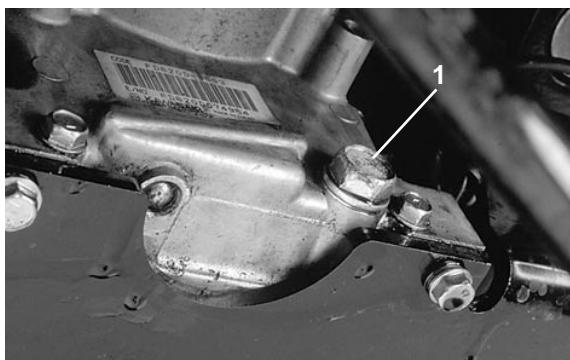

Bild 21
2. Eine Wanne unter die Ablaßschraube stellen (Bild 21).